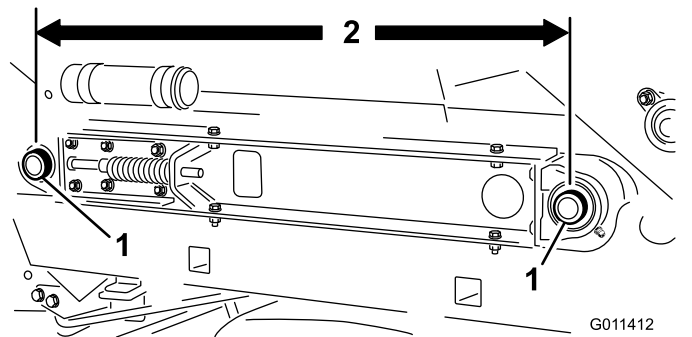

図 27
3. コンベアベルトのローラシャフト 図 27 どちらの中心線間の距離が機体の左右で同じ約 89.5 cm になっていることを確認する。